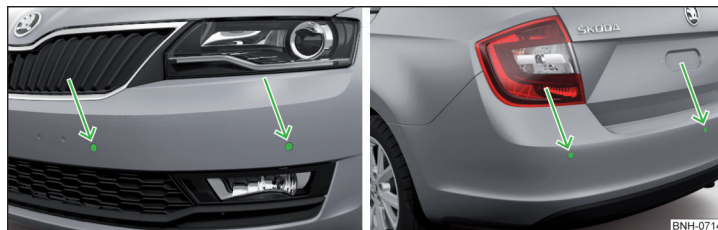

Fig. 196 Locul de amplasare al senzorilor de pe partea stângă a autovehiculului: față/spate
- Mențineți senzorii sistemului » fig. 196 la pagina 182 curați, fără zăpadă sau gheață și nu îi acoperiți cu niciun fel de obiecte, pentru a nu limita funcționarea sistemului.
Sistemul calculează cu ajutorul undelor de ultrasunete distanța dintre bara de protecție și un obstacol. Senzorii cu ultrasunete se găsesc în bara de protecție spate, respectiv și în bara de protecție față, în funcție de dotarea autovehiculului » fig. 196.